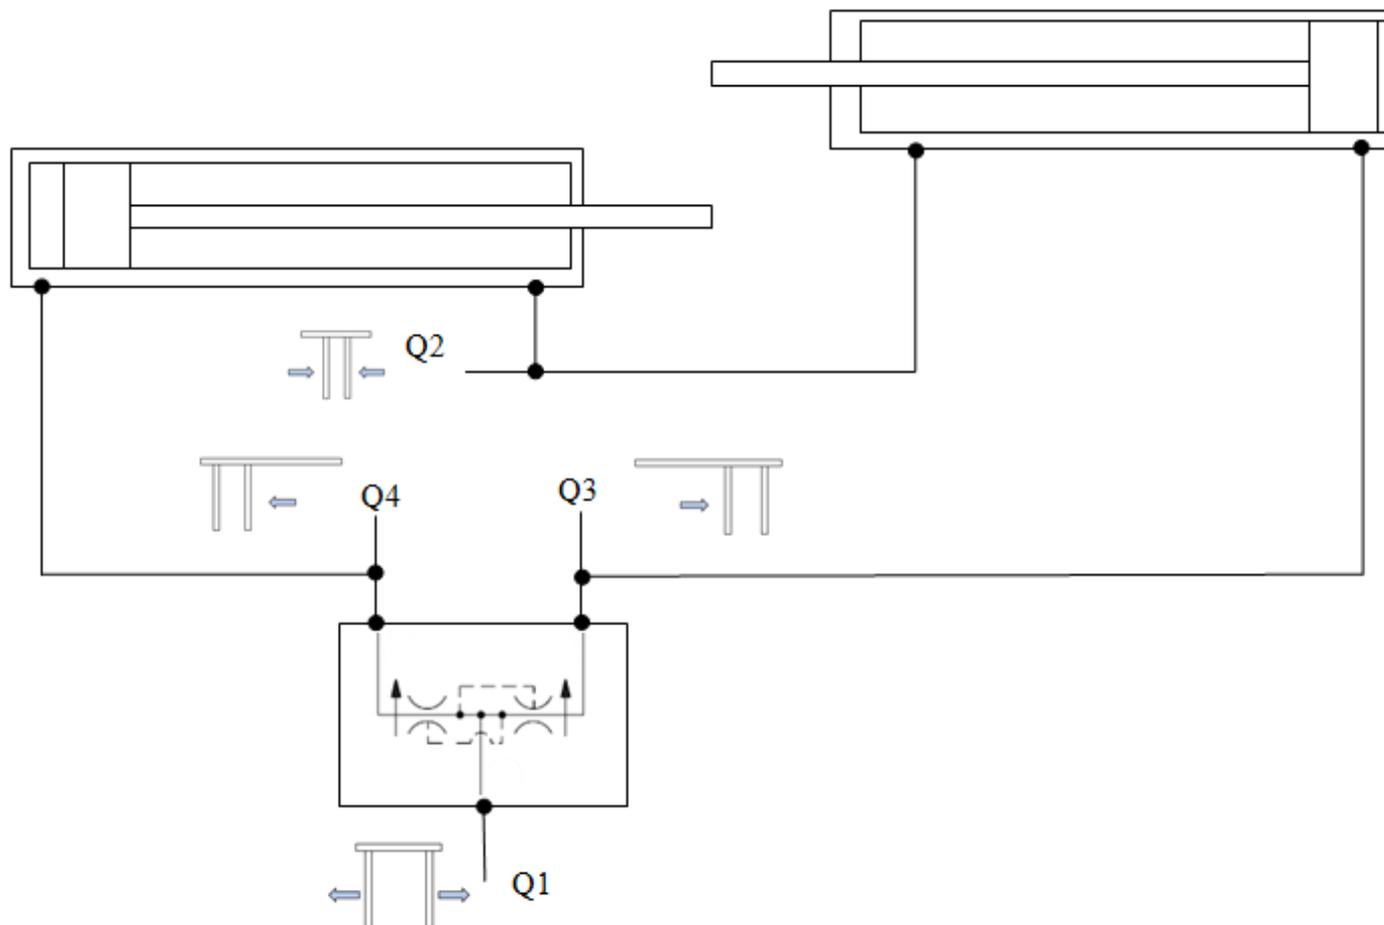

Fig.012
4.4 SCHEMA IMPIANTO IDRAULICO (posizionamento forche) (Fig.012)